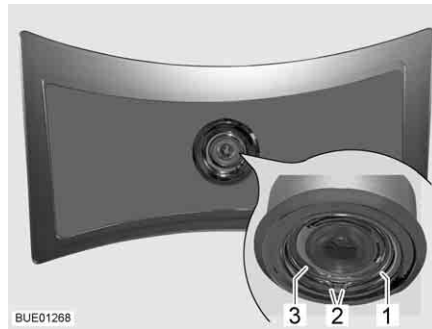

Bild 265 Taklampa
- Tryck samman fjäderringen (Bild 265,1) i båda ändarna (Bild 265,2) och ta bort den.
- Ta ut höljet (Bild 265,3) med lysdioderna ur lampan.